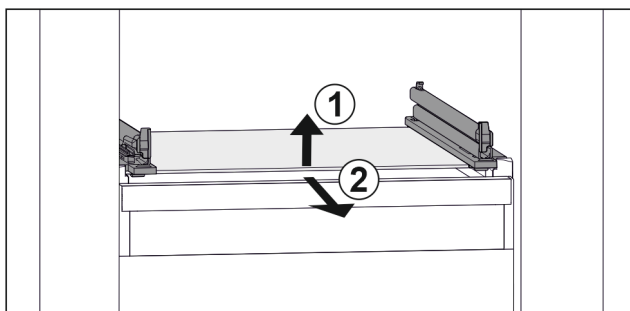

Fig. 98 Representación de la placa de vidrio a modo de ejemplo
- ▶ Levante la placa de vidrio por delante. Fig. 98 (1)
- ▶ Retire la placa de vidrio hacia delante. Fig. 98 (2)